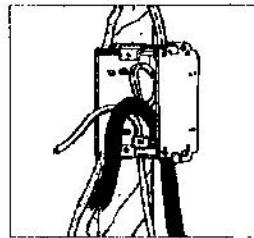

Fig. 4
3. Trim excess length of supply branch circuit, cold lead and temperature sensor cables, as necessary, leaving about 6" projection from the Electrical Connection Box (ECB), see Figure 4.
3. Coupez la longueur excédante des fils d'alimentation, fils de raccordement froids et du fil de capteur de température, au besoin, en laissant des longueurs d'environ 15 cm (6 po) à l'extinction du fil (voir la figure 4).